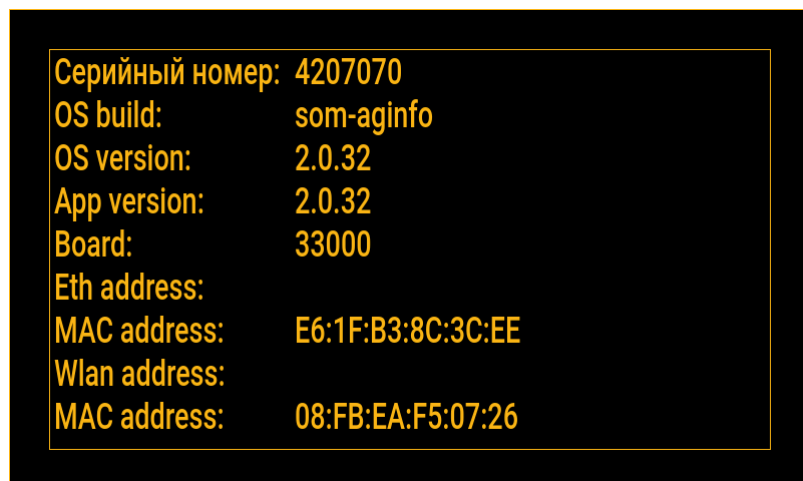

Рис.14. Просмотр версии приложения в контроллере
**Для проверки версии приложения** необходимо перейти в главное меню и одновременно нажать на передней панели контроллера кнопки ▲ и ▼. Версия приложения указывается в поле «App version» (Рис.14).